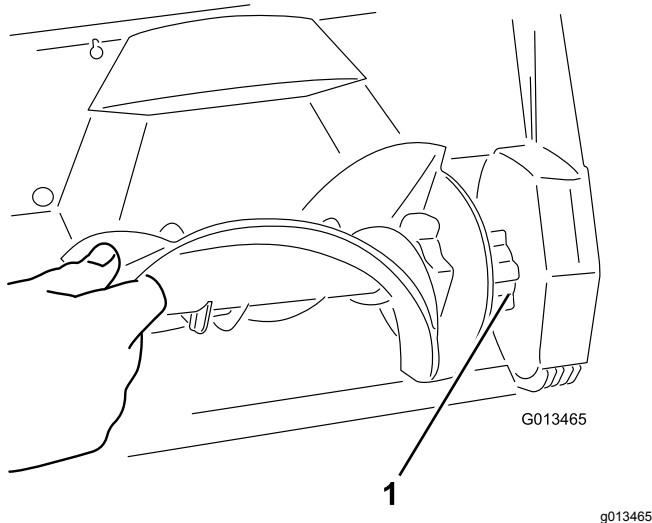

Figura 17
4. Instale el rotor nuevo insertando el extremo moldeado del rotor en el extremo correspondiente de la carcasa y girando el rotor hasta que encaje en su sitio (Figura 17).